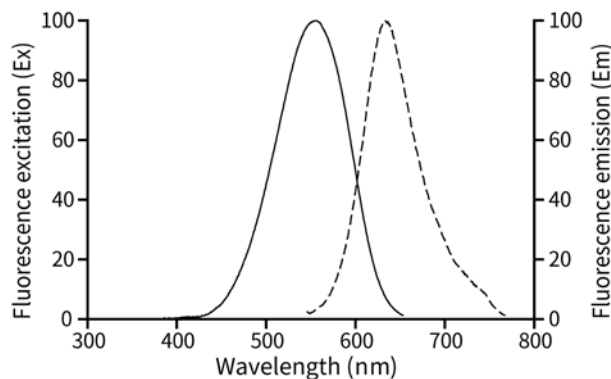

图1. Nile Red在磷脂中的激发光和发射光谱。
- 本试剂盒所使用的荧光探针为尼罗红(Nile Red), 又称Nile blue oxazone, CAS号为7385-67-3, 分子量为318.37, 其在磷脂(phospholipid)中最大激发光波长约为552nm, 最大发射光波长约为636nm, 此时为红色荧光; 也可以把激发波长设置为450-500nm, 发射波长设置为大于528nm, 此时为绿色荧光; 但红色荧光通常比绿色荧光明亮很多[3]。由于Nile Red在红色荧光时也可以染细胞膜, 而在绿色荧光时只染脂滴, 所以如果特别关注脂滴的特异性时, 也可以设置参数为Ex/Em=485/535nm进行检测[4]。Nile Red在磷脂中的激发光和发射光谱参考图1。